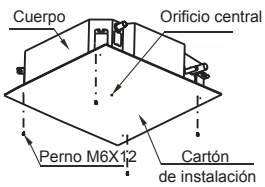

Fig. 5-8
- 2 Una vez instalado el cuerpo, coloque el cartón de instalación en el aire acondicionado con tornillos (M6\*12) para ajustar primero las medidas y posiciones de los orificios en el techo. (Véase Fig.5-8)